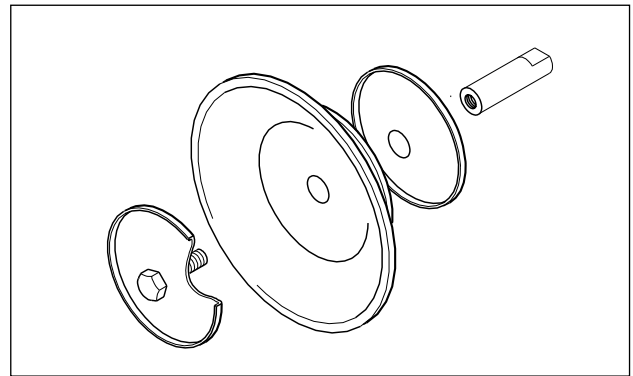

Abb. 13: Montage Standardmembran mit Innen- und Außenteller
- Pumpen DL 40, 50 und 80 mit PTFE-Membranen haben dickere innere Membranteller zur Verringerung und Verlagerung des Hubes. Bei nachträglicher Umrüstung auf PTFE-Membranen müssen die entsprechenden Teller verwendet werden (Abb.13).